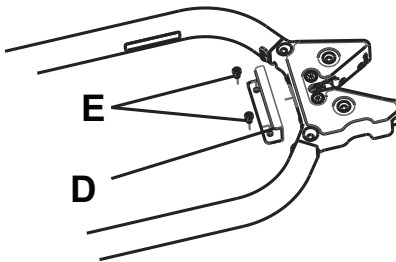

Figura 11 – Piastra di presa
1. Utilizzando una chiave Allen M6, installare la piastra di presa fornita in dotazione (610000010015) (D) e i due bulloni Allen M6 (E) (non forniti) direttamente dietro il blocco del dispositivo di ancoraggio per barella (Figura 11).